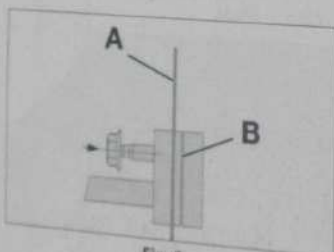

Fig. 9
- Lors de la repose des conduits de réfrigération, la face d'appui (A) de la bride devra être en appui sur la face d'appui (B) du condenseur avant le serrage de l'écrou (Fig.9).